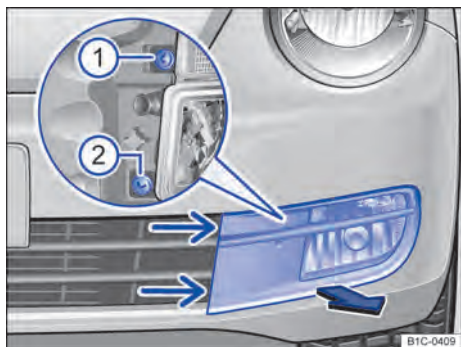
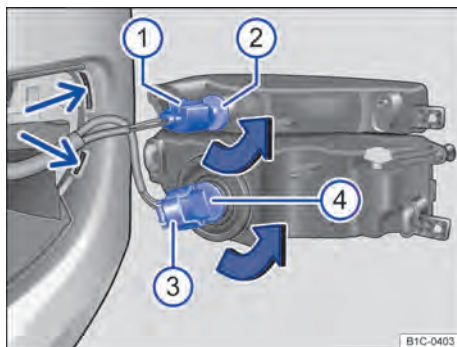

Fig. 179 No para-choque dianteiro à esquerda: desinstalar o farol.
Fig. 180 Substituir a lâmpada incandescente do farol.
Lanterna dianteira dos indicadores de direção ⇒ Fig. 180 ②	Farol de neblina / farol direcional ④
2.	Empurrar a cobertura nos encaixes ⇒ Fig. 179 (setas finas) com o gancho extrator das ferramentas de bordo ⇒ Página 285 um pouco para frente até que os encaixes se soltem.
3.	Puxar a cobertura, iniciando por dentro, para frente no sentido da seta ⇒ Fig. 179 .
4.	Desaparafusar os parafusos de fixação ① e ② com a chave de fenda das ferramentas de bordo ⇒ Página 285.
5.	Rebater o farol um pouco para frente e removê-lo do alojamento lateral ⇒ Fig. 180 (setas pequenas).
6.	Destruar e retirar o conector ① .	Destruar e retirar o conector ③ .
7.	Girar o suporte da lâmpada ② no sentido da seta para a esquerda até o batente e, com a lâmpada incandescente, retirar para trás.	Girar o suporte da lâmpada ④ no sentido da seta para a esquerda até o batente e, com a lâmpada incandescente, retirar para trás.
10.	Encaixar o conector ① no suporte da lâmpada ② . O conector precisa encaixar audivelmente.	Encaixar o conector ③ no suporte da lâmpada ④ . O conector precisa encaixar audivelmente.
11.	Encaixar o farol no alojamento ⇒ Fig. 180 (setas pequenas) e rebater para trás.
12.	Apertar os parafusos de fixação ⇒ Fig. 179 ① e ② com a chave de fenda.
13.	Encaixar a cobertura no para-choque, começando por fora ⇒ Fig. 179 .